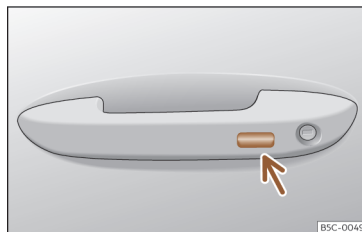

Fig. 95 Manecilla de la puerta: superficie sensora.
- **O BIEN** mediante el sistema Keyless Access (sólo bien): Mantenga un dedo durante algunos segundos sobre la superficie sensora de bloqueo >>> **fig. 95** (flecha) de la manecilla de la puerta para que se cierren las ventanillas y el techo. Si deja de tocar la superficie sensora se interrumpe la función de cierre.
• Mantenga un dedo durante algunos segundos sobre la superficie sensora de bloqueo »» fig. 95 (flecha) de la manecilla de la puerta para que se cierre el techo. Si deja de tocar la superficie sensora se interrumpe la función de cierre.